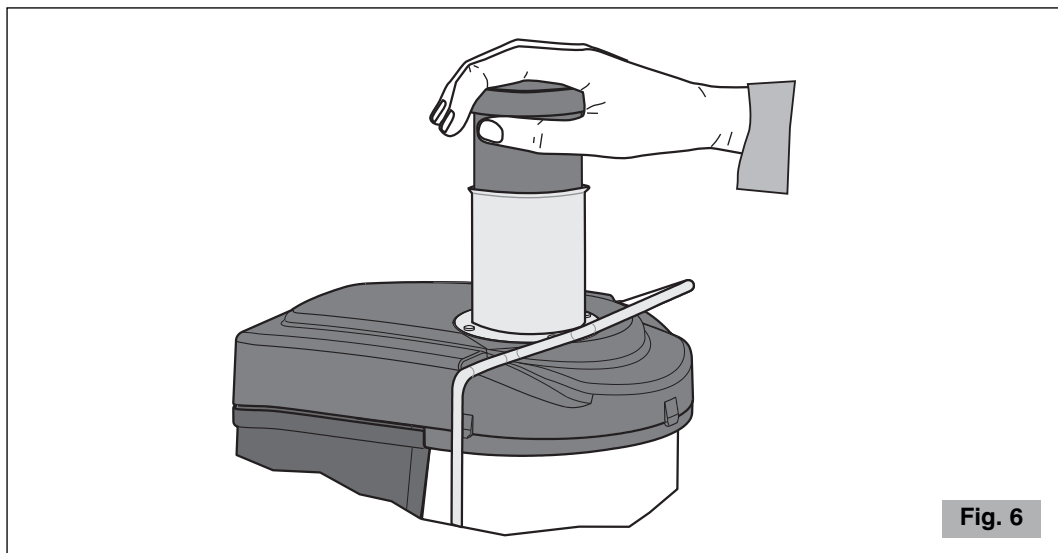

Fig. 6
- 6 Usando il pestello in dotazione, spingere gradualmente la frutta e/o la verdura in fondo al tubo di alimentazione verso il disco dentato in rotazione (vedere Fig. 6). Per ottenere più succo spingere sempre il pestello lentamente. Non inserire frutta e/o verdura quando il motore è spento.